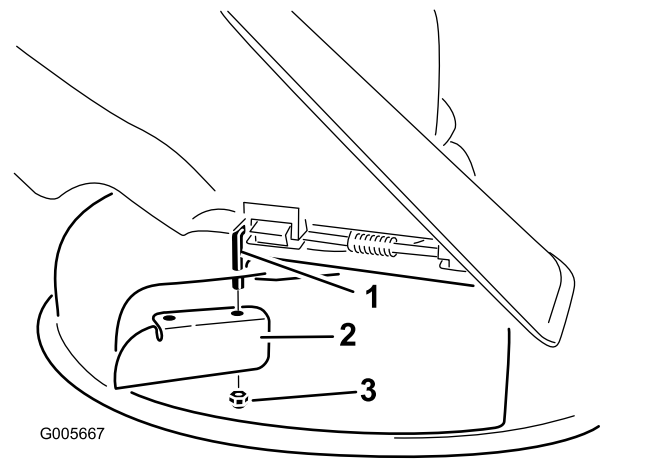

Bild 21
- Montieren Sie das Versatzablenkblech an der frei liegenden Gelenkstange (Bild 21).
- Entfernen Sie das Versatzablenkblech vom Mähwerk (Bild 21).